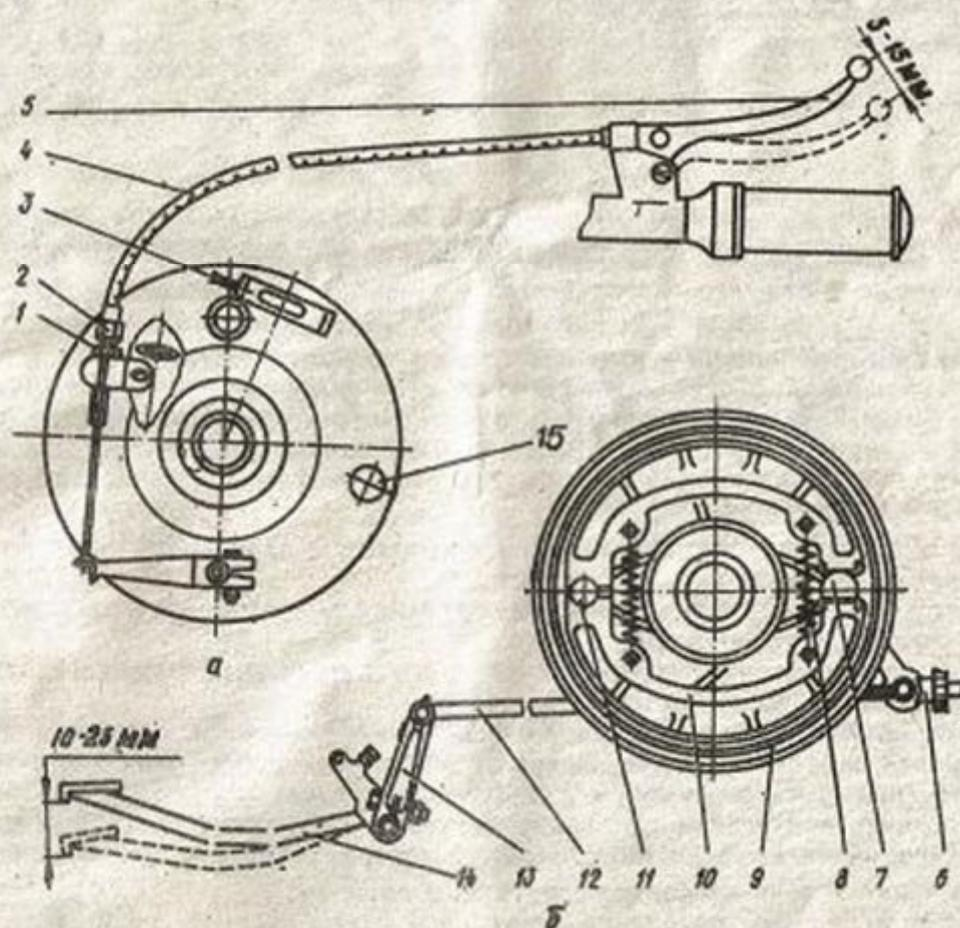

Рис. 12. Тормоза:
5.3. Тормоза (рис. 12)
5.3.5. Визуальный контроль износа тормозных накладок переднего тормоза производится без демонтажа колеса, для чего необходимо снять пробку 15 (рис. 12).